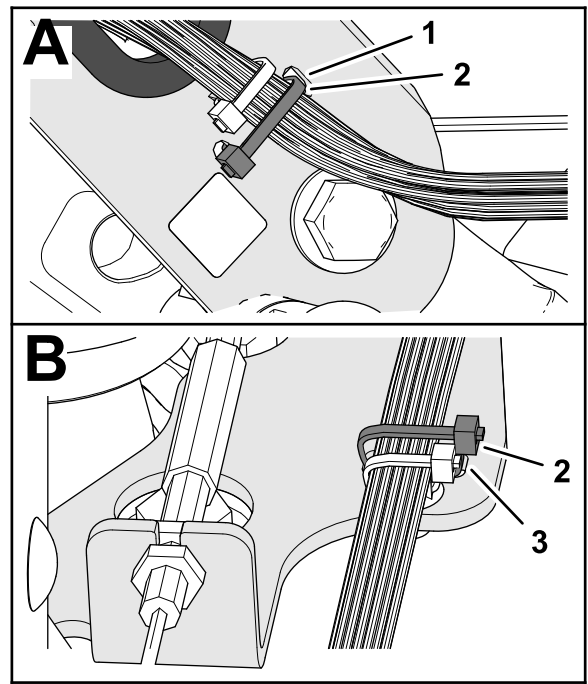

図 11
6. ケーブルタイをハンドルバーのチャンネル部材のロットに通して、マシンのハーネスをチャンネル部材に固定する 図 11。